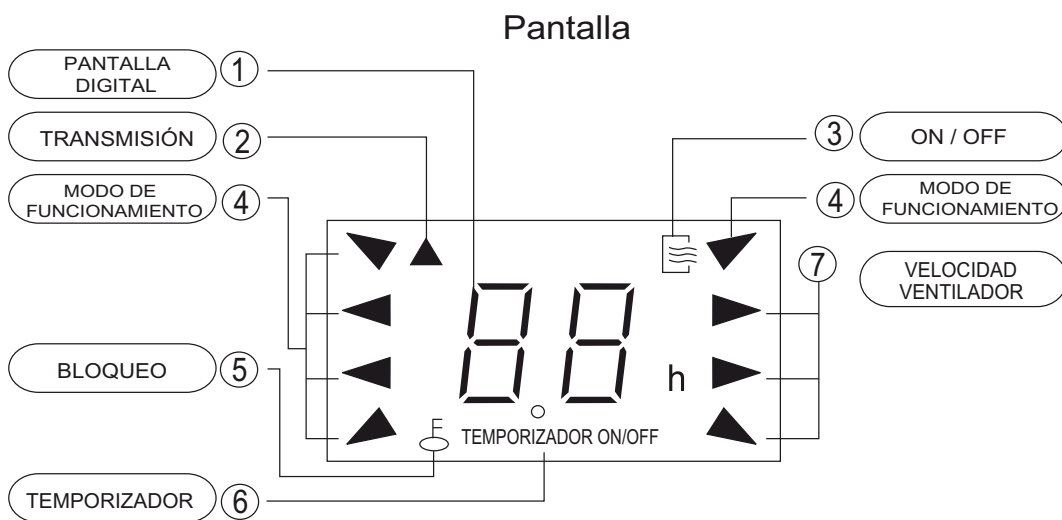

Imagen 2
- Retire el conector de la salida de drenaje inferior. Toda el agua de la bandeja se drenará (imagen 2).
- ① PANTALLA DIGITAL : La pantalla digital muestra la temperatura configurada. En modo TEMPORIZADOR, muestra la configuración de encendido y apagado. En modo VENTILADOR, no muestra nada.
- ② TRANSMISIÓN : Este indicador parpadea cada vez que el mando a distancia envía una señal a la unidad interior.
- ③ ENCENDIDO/APAGADO : El símbolo de ON/OFF aparecerá cuando se encienda la unidad a través del mando a distancia, y desaparecerá al apagarla.
- ④ MODO DE FUNCIONAMIENTO : Al pulsar la tecla de modo, se mostrará el modo de funcionamiento actual: AUTO / FRÍO / DESHUMIDIF./ CALOR (no disponible en modelos de solo frío) o VENTILADOR.
- ⑤ BLOQUEO : El indicador de bloqueo se mostrará tras pulsar la tecla de bloqueo (LOCK). Tras pulsarla de nuevo, desaparecerá.
- ⑥ TEMPORIZADOR : Muestra la configuración del temporizador. Así, si solo se ha configurado la hora de encendido, se mostrará la hora de encendido (TIMER ON). Si se ha configurado la hora de apagado, aparecerá la hora de apagado (TIMER OFF). Si ambas horas están configuradas, se mostrará TIMER ON-OFF, lo cual indicará que se ha configurado una hora de encendido y una hora de apagado.
- ⑦ VELOCIDAD DEL VENTILADOR : Pulse el botón velocidad del ventilador (FAN SPEED) para ajustar la velocidad deseada (auto-baja-media-alta). En la pantalla LCD aparecerá la configuración, excepto en vel. auto.
**NOTA:** La imagen 2 es de carácter explicativo. Durante el funcionamiento real solo se mostrarán los indicadores en funcionamiento.